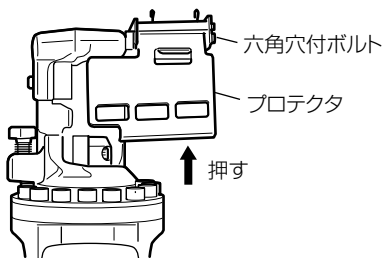
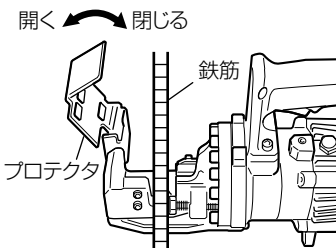

図 3
図 7
- (1) プロテクタを矢印の方向(10 ページの図 3)へ押しながら開きます。鉄筋をカットブロックの間へ深くはさみ、プロテクタを閉じます。(図 7)